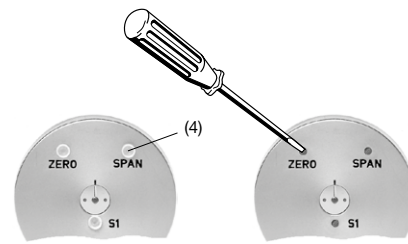

Bild 12. Einstell-Elemente «ZERO», «SPAN» und «S1».
Die ZERO/SPAN-Dichtungsstopfen (4) herausziehen (Bild 12, links). Messobjekt in **Nullstellung** bringen, d.h. in die Position, in der der KINAX 3W2 den Ausgangsstrom 0 mA (bei einem 3- oder 4-Drahtanschluss) bzw. 4 mA (bei dem 2-Drahtanschluss) ausgeben soll.
Danach Potentiometer «ZERO» (Bild 12, rechts) mit einem Uhrmacher-Schraubenzieher (Ø 2,3 mm) so drehen, dass genau der gewünschte Ausgangsstrom fliesst.
Winkeltransmitter mit Messbereichen > 150° haben für die Drehrichtungsumkehr einen Schalter, der mit S1 bezeichnet ist und auch durch eine Öffnung auf der Rückseite betätigt werden kann (Bild 12).